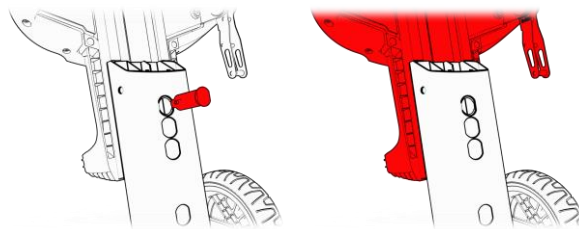

Figura 25 Orificios de ajuste de la altura del asiento
uno de los cuatro orificios de ajuste). ¡Siga sosteniendo el asiento en su lugar! Retire el pasador mientras sostiene el asiento con la otra mano (consulte la Figura 25, paso 3).
4. Ahora puede ajustar la altura del asiento a cualquiera de los cuatro orificios y volver a insertar el pasador para mantenerlo en su lugar (consulte la Figura 25, paso 4).